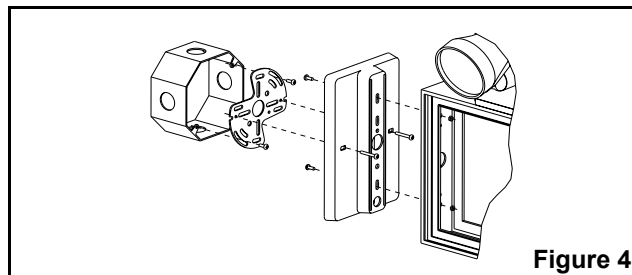

Figure 4
- Assembler le pavillon à l'enseigne à l'aide des vis 3/8" et des écrous à rondelle fournies (voir fig. 4).